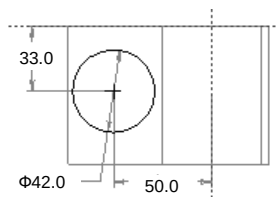

图 4.2.4 第一个截面
(2) 创建混合特征的第一个截面。进入 **草绘**环境后,采用默认的 **草绘**参考,绘制图 4.2.4 所示的截面图形。